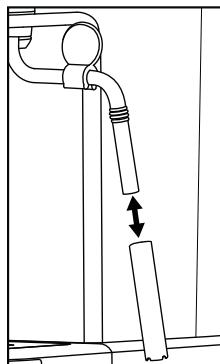

Abbildung 1
- 1) Stellen Sie einen leeren Behälter unter die Milchaufschäumdüse ⑩.
- 2) Drehen Sie den Dampfregler ⑦ direkt nach dem Gebrauch auf „„/„“ und lassen Sie einige Sekunden Dampf entweichen.
- 3) Drehen Sie den Dampfregler ⑦ zu (bis zum Anschlag in Richtung „●“ drehen), schalten Sie das Gerät aus und ziehen Sie den Netzstecker.
- 5) Ziehen Sie die Hülle der Milchaufschäumdüse ⑩ ab (Abbildung 1) und reinigen Sie diese sorgfältig im warmen Wasser.
- 7) Schieben Sie die Hülle wieder auf die Düse (Abbildung 1).